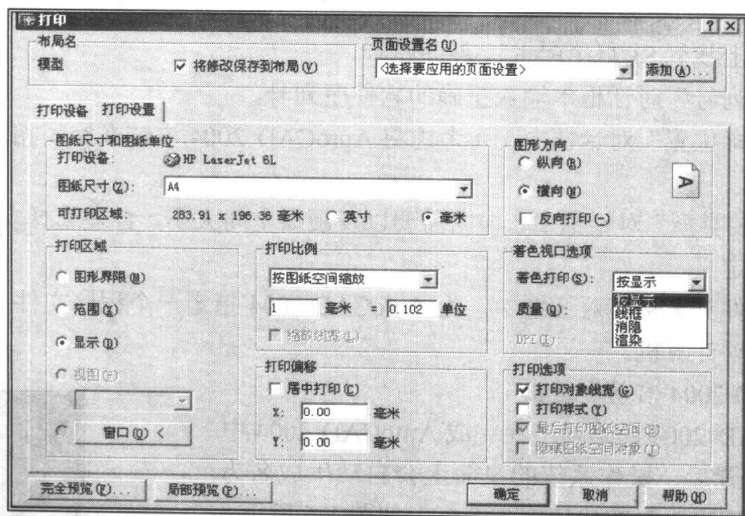

图 1-5 “打印”对话框
(5) 新的打印功能 在中文版 AutoCAD 2004 的模型空间中, 在“打印”对话框中打开“打印设置”选项卡, 在“着色视口选项”内的“着色打印”下拉列表框中, 选择适当的选项, 可以选择打印渲染、着色或消隐的图形, 如图 1-5 所示。
(6) 新的文字编辑功能 在制图过程中, 文字编辑和在设计几何图形上所消耗的时间差不多。任何在文字编辑上的功能改进, 都意味着增加设计时间和减少注释所花时间。新的无边框多行文字编辑器让用户在外观和感觉上都很愉快。新的标尺使得创建页边距、缩进和制表符变得更加容易。在已有的多行文字上双击, 可以自动激活多行文字编辑器。将文本粘贴到文字编辑器时, 通过 Microsoft Word 导入的文本可以保持制表符及其格式。所以, 用户可以任意选择在 Word 或者在 AutoCAD 2004 里创建文本。